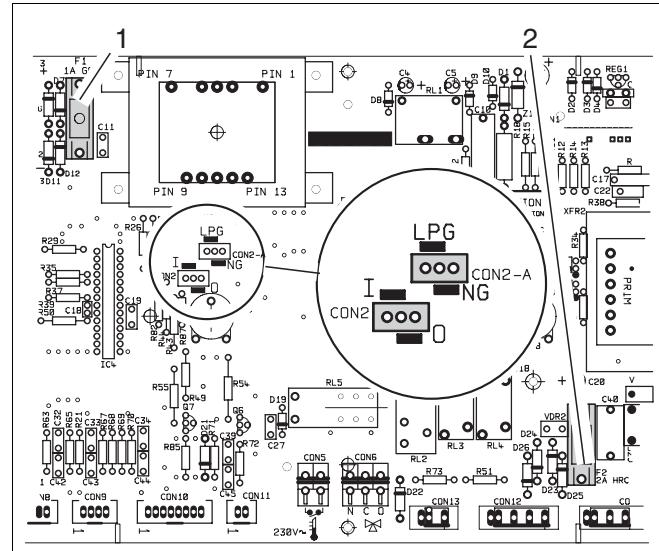

Рис. 22 Перевод на другой вид газа SIT -установка
- Переключить перемычку (рис. 22):
Легенда к рис. 22:
- Перемычка (рис. 22) остается в положении "**LPG**".